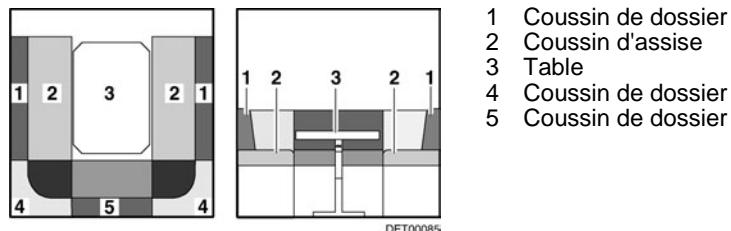

Fig. 78 Avant la transformation
- Convertir la table (Fig. 78,3) en sommier de lit (voir paragraphe 7.7).